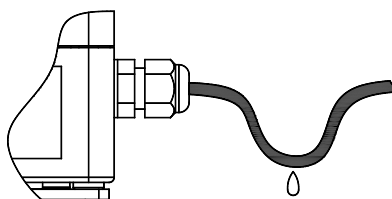

Рисунок 6.8
6.7.12 Для предотвращения скапливания конденсата непосредственно перед герметичным вводом и попадания внутрь ПМ влаги рекомендуется сделать небольшой прогиб кабеля (см. рисунок 6.8).